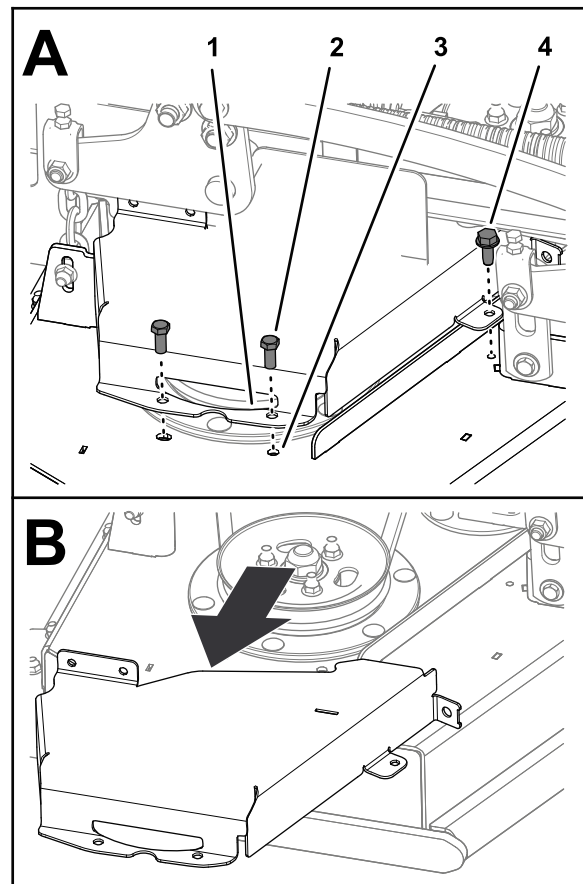

Figura 39
2. Rimuovete i 2 bulloni e la vite a testa flangiata che fissano il copricinghia destro al piatto e rimuovete la protezione (Figura 39).